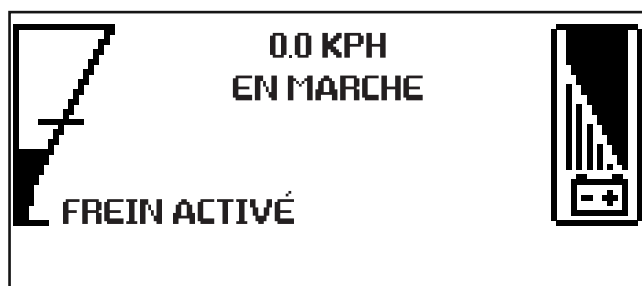

Figure 5-8
8. Lorsque l'appareil est démarré, l'écran ACL affiche la puissance demandée, le niveau des batteries et la vitesse de déplacement. L'écran indique aussi que l'appareil est « EN MARCHÉ ». Voir Figure 5-8.